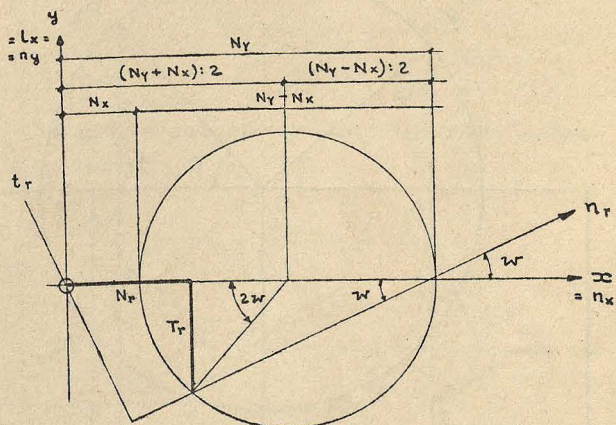

FIG. 4.
6. Fig. 4: *Círculo de Mohr.*—Las fórmulas (III) equivalen a las siguientes: